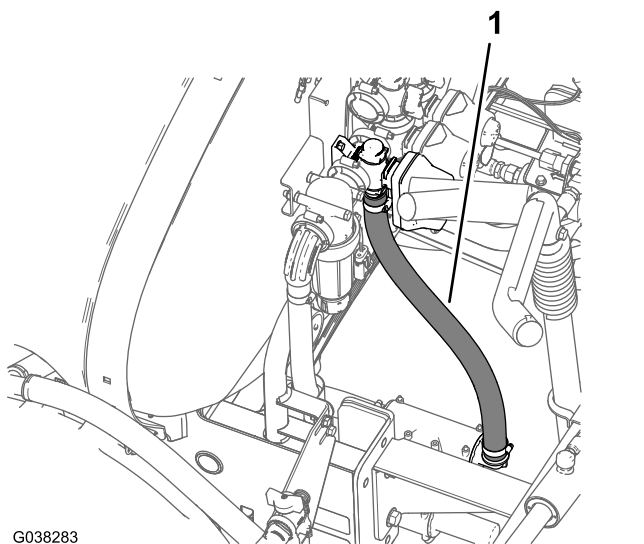

Figure 65
2. Acheminez le flexible de retour vers le bas et le raccord en T situé sur le côté intérieur du clapet de décharge de pression, comme montré à la Figure 65.